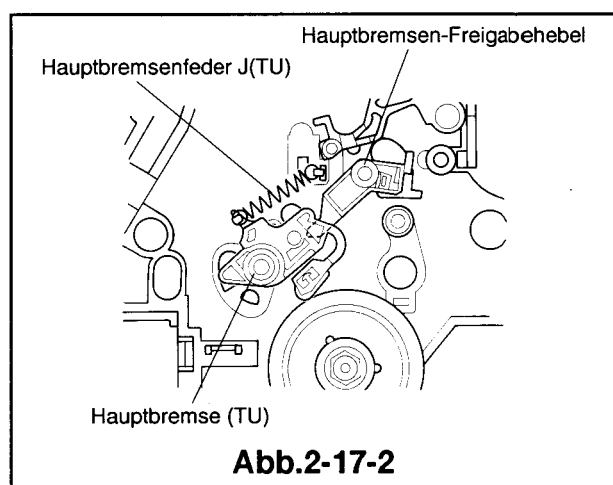

Abb.2-17-2
- ① Die Hauptbremse (TU) auf der Hauptplatteneinheit so installieren, daß sich der Koppelteil zum Hauptbremsen-Freigabehebel in der Position gemäß Abb.2-17-2 befindet.
- ② Die Hauptbremsfeder J(TU) installieren.
- ③ Die Hilfsbremse (TU), den Hilfsausschalthebel und die Hilfsfeder (TU) installieren (Siehe Artikel 2-16).
- ④ Die Hilfsbremse (SP) und die Hilfsfeder (SP) installieren (siehe Artikel 2-14).
- ⑤ Das Kassettengehäuse installieren. (siehe Artikel 2-1)